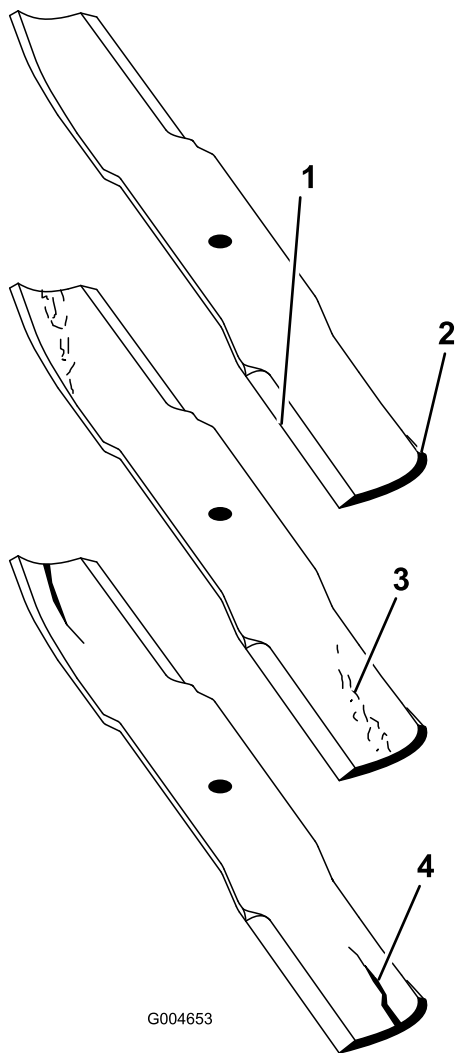

Bild 87
2. Prüfen Sie die Schnittkanten des Messers sorgfältig, insbesondere dort, wo die geraden Flächen die gebogenen berühren (Bild 87). Da Sand und anderes reibendes Material das Metall abschleifen kann, das die flachen und die gebogenen Teile verbindet, müssen Sie das Messer vor jedem Einsatz des Rasenmähers prüfen. Wenn Sie Abnutzungen (Bild 87) feststellen, sollten Sie das Messer auswechseln.
Wenn sich das Messer abwetzen kann, bildet sich ein Schlitz zwischen dem Windflügel und dem flachen Teil des Messers (Bild 87). Zuletzt kann sich ein Stück des Messers lösen und aus dem Gehäuse ausgeschleudert werden. Das kann zu schweren Verletzungen bei Ihnen selbst und Unbeteiligten führen.